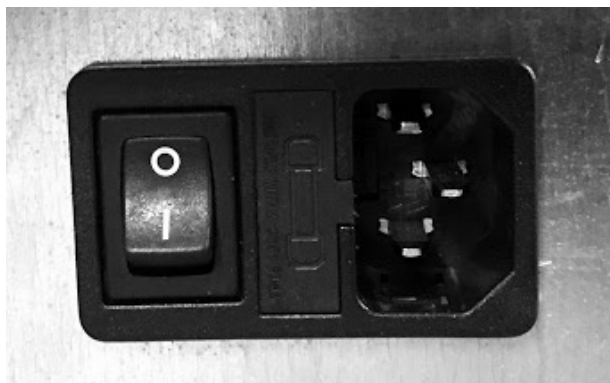

Fig. 24 - Tomada elétrica com interruptor geral
- Ligar o cabo de alimentação primeiro na parte traseira da estufa (ver **Fig. 24**) e depois a uma tomada elétrica na parede.
- O interruptor geral O/I (ver **Fig. 24**) é acionado apenas para acender a estufa, caso contrário é aconselhável mantê-lo desligado.